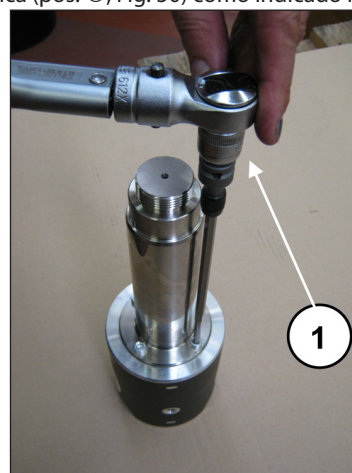

Fig. 50
Bloqueie a guia do pistão no torno com ajuda de ferramenta adequada e realize a calibragem dos parafusos com chave dinamométrica (pos. ①, Fig. 50) como indicado no capítulo 3.